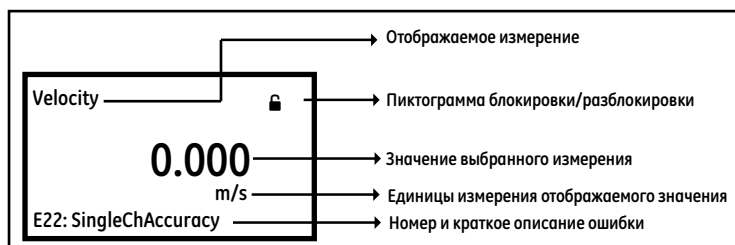

Рис. 33. Просмотр измерений
Если после включения питания в *окне просмотра измерений* прибора (см. *Рис. 33*) в верхней правой части дисплея отображается значок замка , выполните следующие действия, чтобы вывести измерительный прибор из режима блокировки кнопочной панели.
- *окно просмотра измерений расходомера* (см. *Рис. 33*).
В данной главе это окно (см. *Рис. 33*) будет называться «*Окно просмотра измерений*». Пользователь может выбрать тип отображаемого измерения из списка доступных вариантов. Поле индикатора ошибки в левом нижнем углу дисплея будет пустым, если прибор не выявил ошибок.